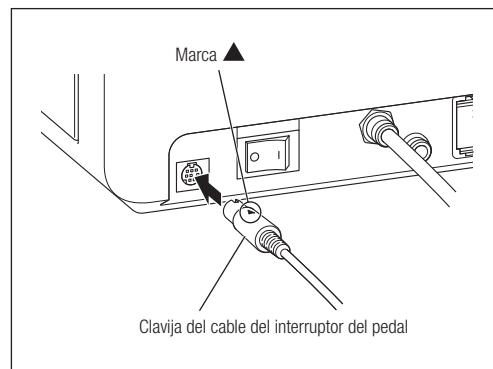

Fig. 5
- 2) Inserte la clavija del interruptor del pedal en la toma de conexión del cable del interruptor del pedal con la marca ▲ hacia arriba (Fig. 5).